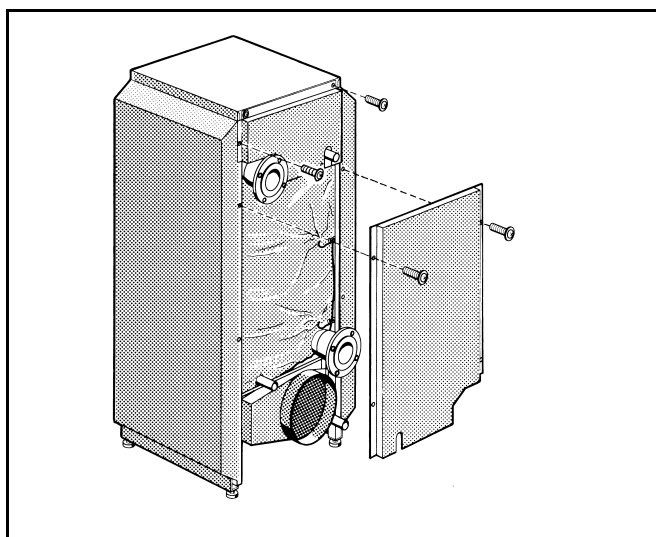

Fig. 27 - Rappresentazione schematica
- Appoggiare la parete posteriore superiore alle piegature delle pareti laterali ed avvitare a destra e sinistra nella copertura e nella piegatura delle pareti laterali, con viti autofilettanti (fig. 27).
- Appoggiare la parete posteriore inferiore alle piegature delle pareti laterali ed avvitare a destra e sinistra con 2 viti autofilettanti per lato (fig. 27).